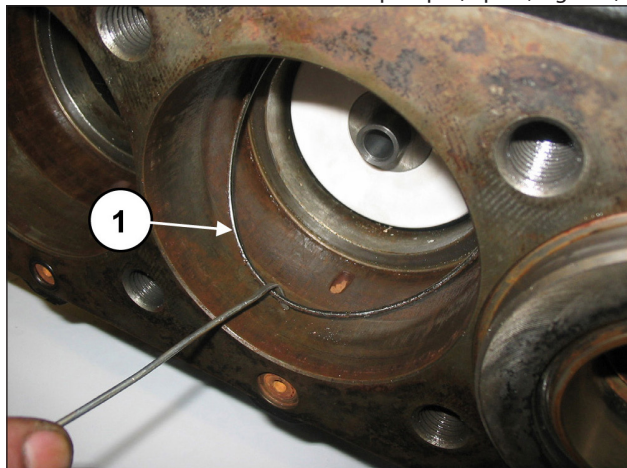
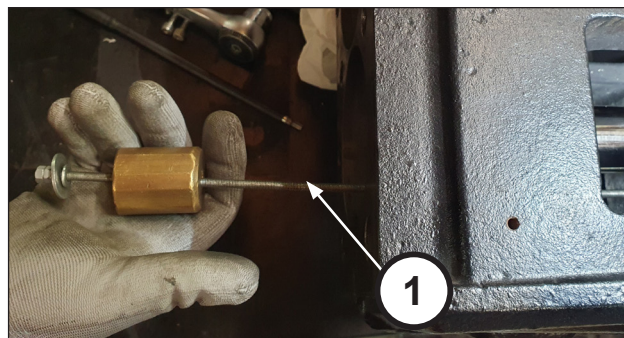

Fig. 136
Fig. 139
Déposer le joint torique du fond du support du joint au cas où il serait resté à l'intérieur du carter de pompe (rep. ①, Fig. 136).
Positionner le guide de piston au point mort inférieur, visser l'extracteur M6 dans les orifices pratiqués sur le couvercle (rep. ①, Fig. 136) et extraire le couvercle de joint Spi du groupe pompe (rep. ①, Fig. 139).